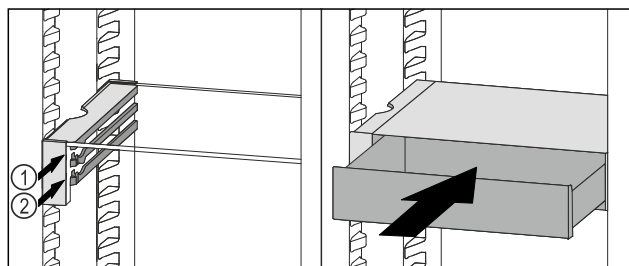

Fig. 95
- ▶ 将 VarioSafe 抽屉放置在所需肋梁 Fig. 95 (1) 或 Fig. 95 (2) 上的止动器后面。